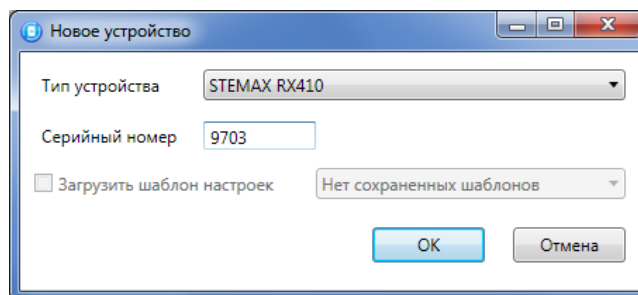

Рисунок 4.4 — Окно *Новое устройство*
- в открывшемся окне *Новое устройство* (см. рисунок 4.4);